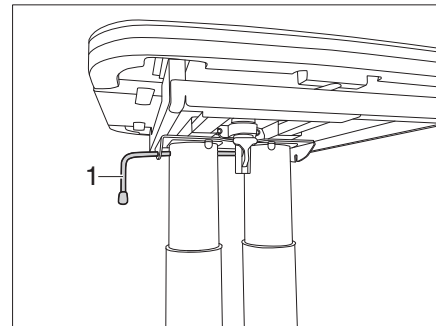

Fig. 110 Verrouiller la table
- Basculer le levier de verrouillage (Fig. 110,1) vers la droite. La table à hauteur réglable est verrouillée.
- Desserrer le levier de verrouillage (Fig. 110,1).
- Basculer le levier de verrouillage (Fig. 110,1) vers la gauche. Le verrouillage est ouvert.